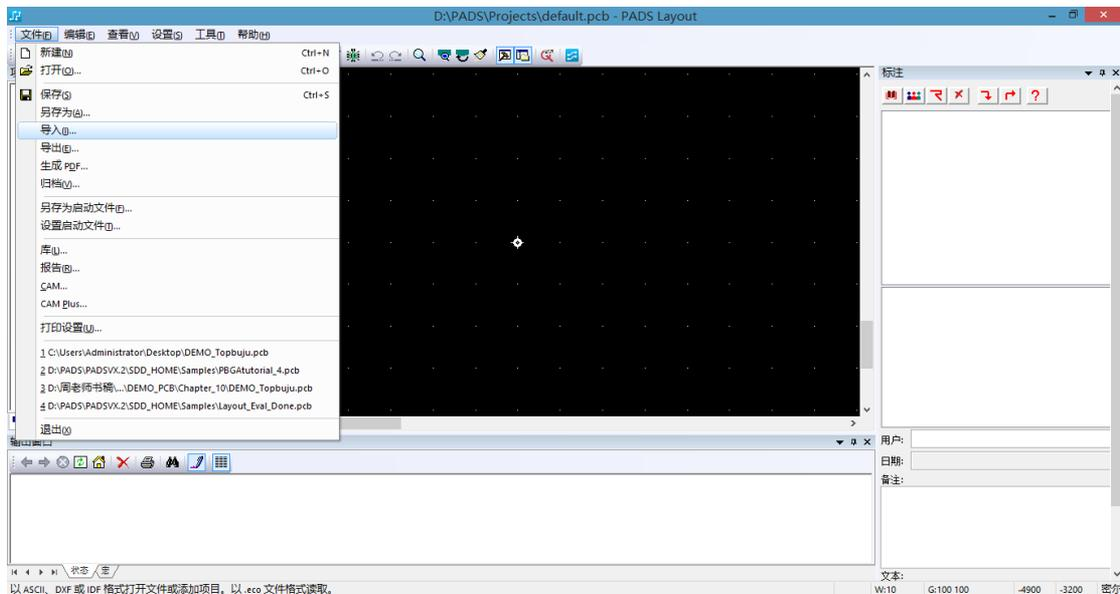

图 6-53 打开一个空白的 PADS Layout 文档
(6) 打开一个空白的 PADS Layout 文档,执行“文件”“导入”命令,如图 6-53 所示。